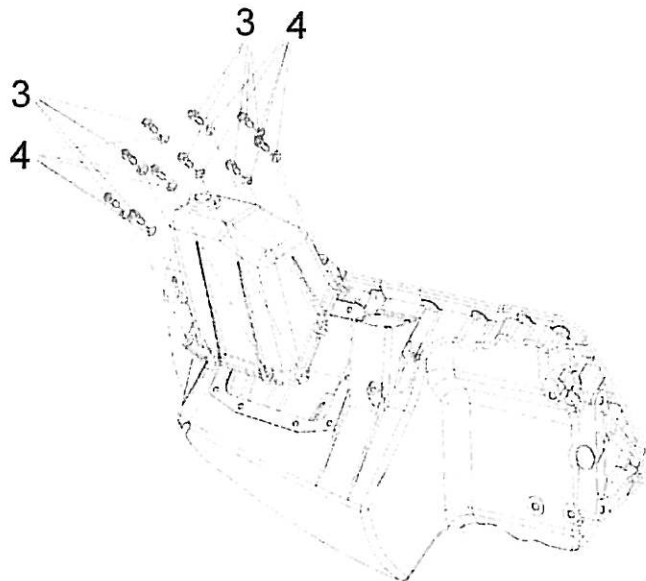

Bild 2 / Fig. 2
5. Die Schrauben und Scheiben des Vorabscheiders demontieren. Siehe Bild 2.
6. Den Vorabscheider abnehmen. Siehe Bild 2.
5. Remove the bolts and washers of the pre-separator. See Fig. 2.
6. Remove the pre-separator. See Fig. 2.